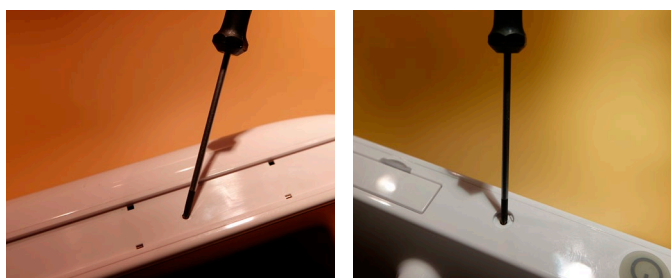

Figura 6 Remover os parafusos
e) Remova os parafusos nas quatro bordas da unidade de visualização (Figura 6)